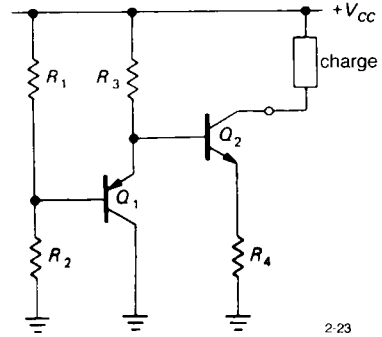
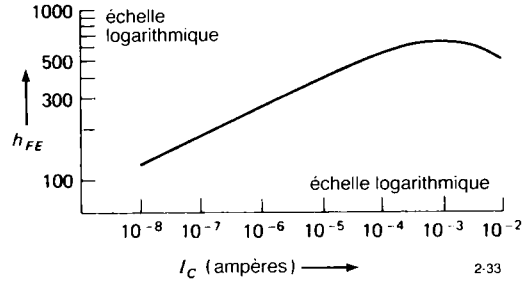

Figure 2.23 - Une des méthodes de compensation en température des sources de courant.
Figure 2.33 - Courbe typique de gain en courant ( $h_{FE}$ ) d'un transistor en fonction du courant de collecteur.
2. La valeur de  $V_{BE}$  et celle de  $h_{FE}$  dépendent de la température. Cela provoque des dérives du courant de sortie qui varient en fonction de la température ambiante ; de plus, la température de la jonction du transistor varie en fonction des variations de la tension de la charge (à cause des variations de la dissipation du transistor) ; tout cela donne un comportement qui s'écarte de celui de la source de courant idéale. La variation de  $V_{BE}$  en fonction de la température ambiante peut être compensée par un circuit comme celui de la figure 2.23, dans
L'équation de  $I_C$  est connue sous le nom d'équation d'Ebers-Moll. Elle décrit approximativement le courant en fonction de la tension pour une diode, si  $V_T$  est multiplié par un facteur correcteur  $m$  compris entre 1 et 2. Pour les transistors, il est important de se rendre compte que le courant de collecteur est déterminé précisément par la tension base-émetteur, plutôt que par le courant de base (le courant de base est déterminé grossièrement par  $h_{FE}$ ), et que cette loi exponentielle est exacte sur une plage de courants énorme, des nanoampères aux milliampères. La figure 2.23 fait le point graphiquement. Si vous mesurez le courant de base sous différents courants de collecteurs, vous obtenez le graphe de  $h_{FE}$  en fonction de  $I_C$  comme dans la figure 2.33.